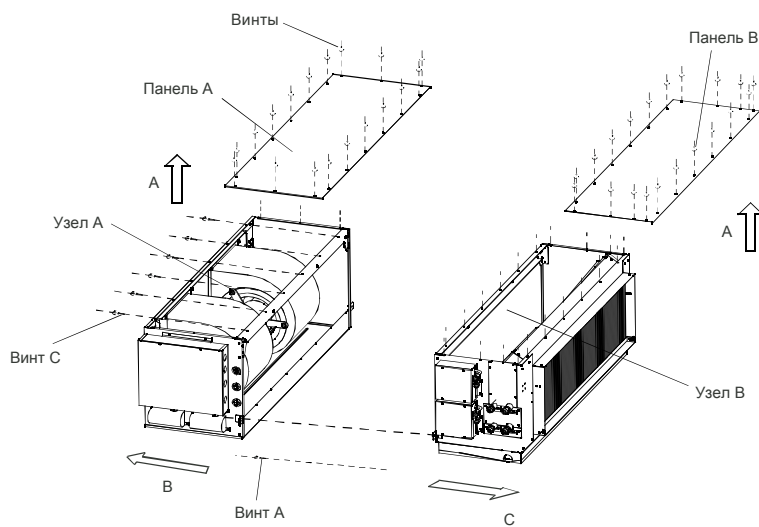

Рис. 4-21
2. В соответствии с рис. 4-21 выкрутить винты; сдвинуть панели А и В в направлении стрелки А.